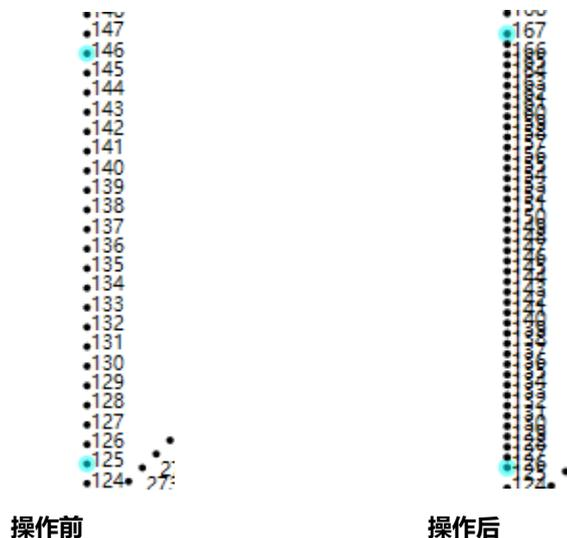

图 5.3.10e 设置特殊缝操作示意
③可选择特殊缝的样式(缩缝、套结缝、倒缝)，选择不同的样式，右侧的参数设置框会被激活，以缩缝为例，可设置缩缝倍数(2倍为例)。图形文件转点后，每一个点都是一个图形，按住键盘“Ctrl”键的同时鼠标点击不同的点，我们可以选中一定数量的点。点击确定后，选中点包含的选中段会按照倍数进行缩缝处理。如下图 5.3.10e 所示。
(1)缩缝：参考图 5.3.10e。